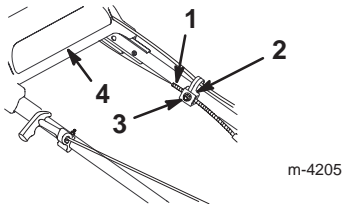

Figure 24
3. Desserrez l'écrou du support de guidage du câble (Fig. 24).
5. Repoussez la partie supérieure du mancheron le plus loin possible en arrière, appuyez sur la patte du câble d'autotraction et abaissez la gaine du câble (vers la tondeuse) pour éliminer le mou du câble (Fig. 24).
6. Serrez l'écrou du support de guidage du câble (Fig. 24).